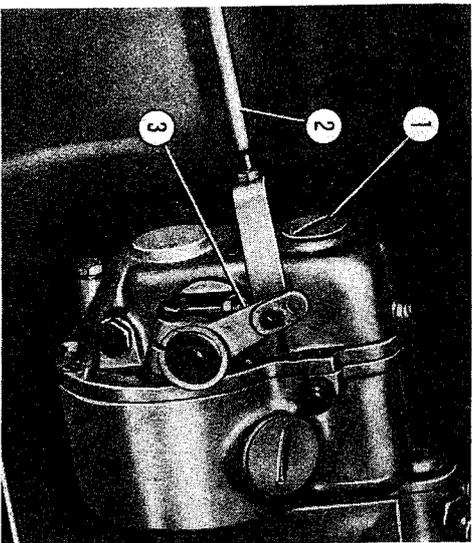

Fig. 27. - Regolazioni sul complesso pompa iniezione e comando del motore.
(1) Regime intervento regolatore: giri/min 800 \pm 0
(2) Registrando la vite situata sotto il tappo filettato (1, fig. 27).
(3) Esculidendo l'arresto dell'asta di regolazione.
REGOLAZIONE DEI REGIMI MOTORE (fig. 27)